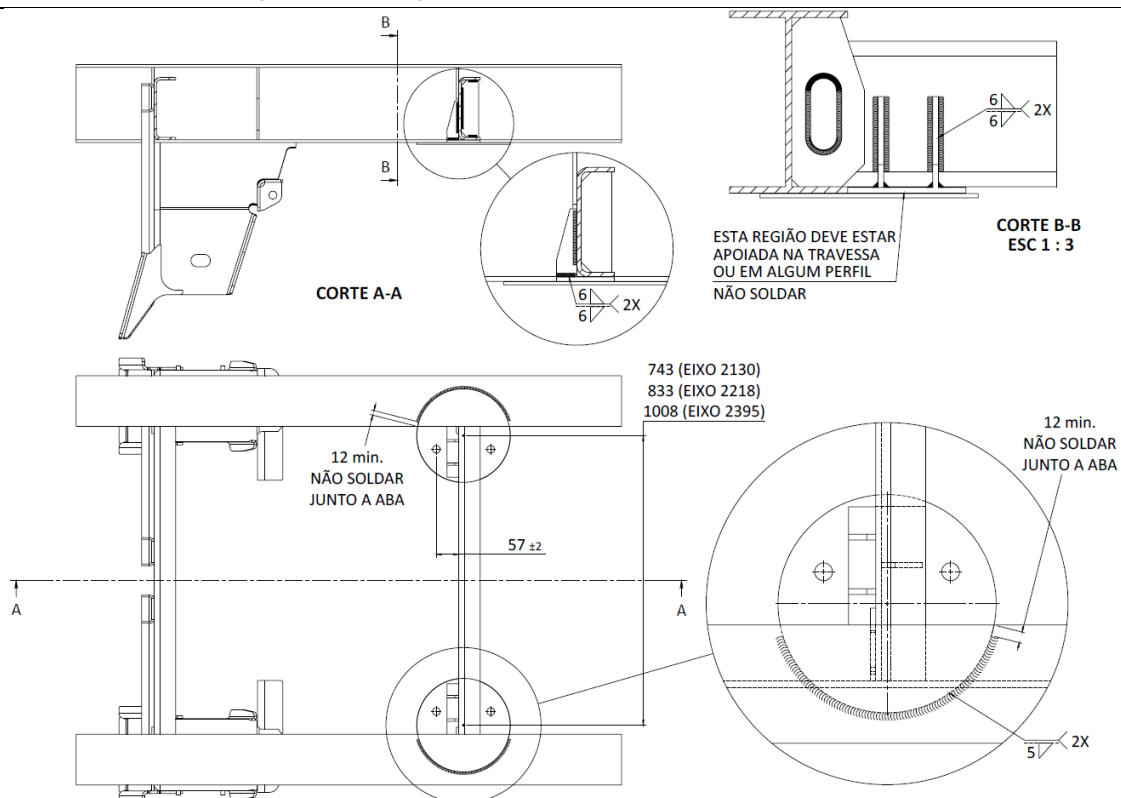

Figura 14: Solda do apoio da mola pneumática da suspensão AIRTOP / AIRSUPER H210
2. Acerte a altura frontal do semirreboque através dos pés de apoio, como se o mesmo estivesse apoiado no cavalo mecânico carregado. Ajuste a altura da suspensão na altura de rodagem especificada (figura 14 deste manual).